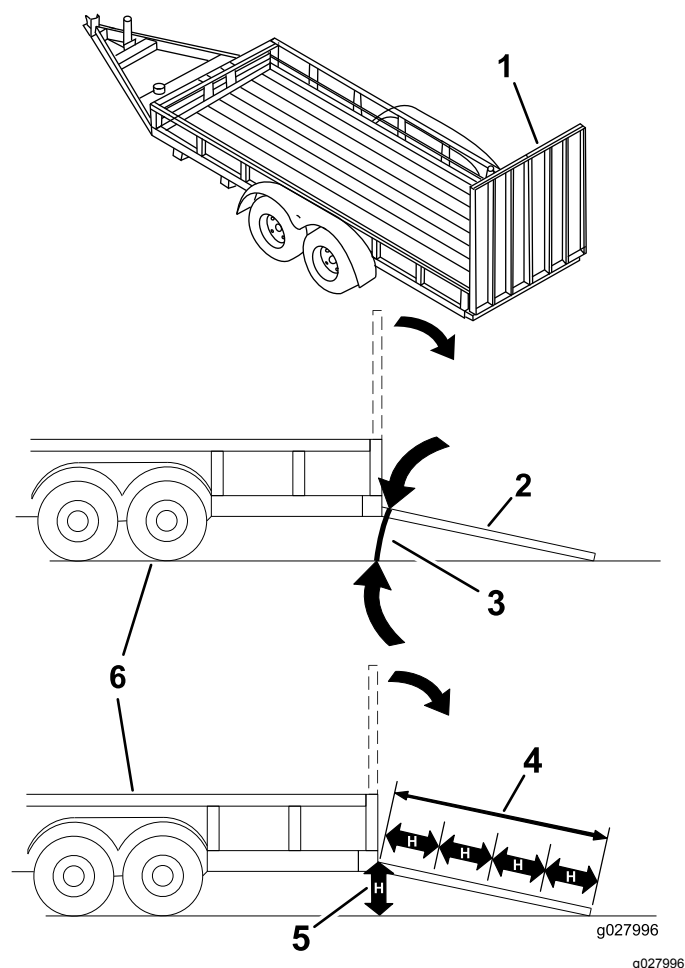

Figura 37
Colocar uma máquina num reboque ou camião aumenta a possibilidade de capotamento e pode provocar graves ferimentos ou morte (Figura 37).
3. Baixe a rampa, certificando-se de que o ângulo entre a rampa e o solo não é superior a 15 graus (Figura 37).
1. Baixe a rampa, certificando-se de que o ângulo entre a rampa e o solo não é superior a 15 graus (Figura 37).